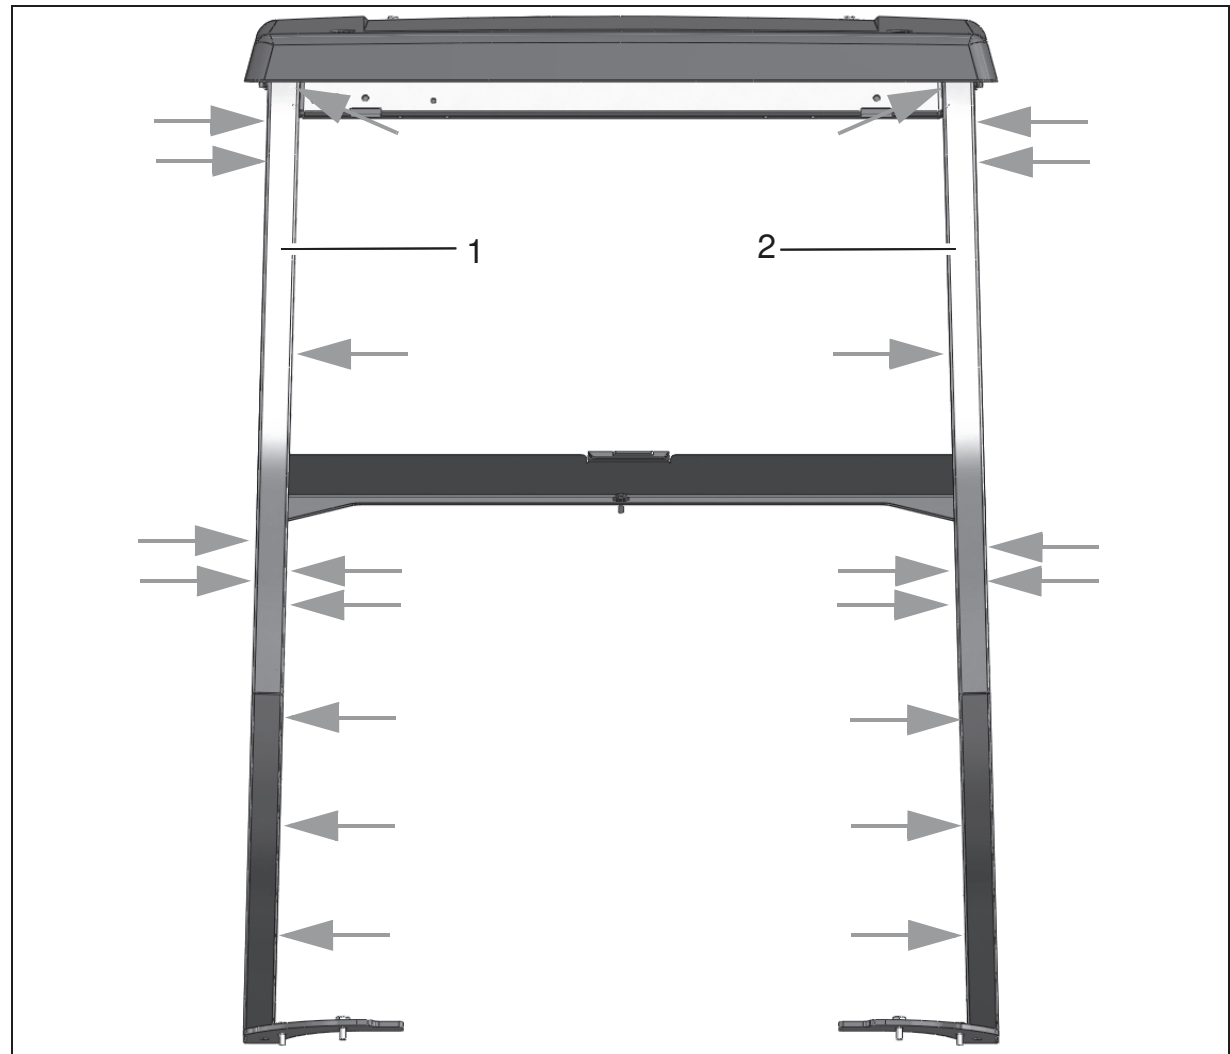

Abb.3
- In den rechten Türrahmen (Abb. 3/1) und in den linken Türrahmen (Abb. 3/2) des Fahrerschutzdaches Nietmutter M8 einziehen.